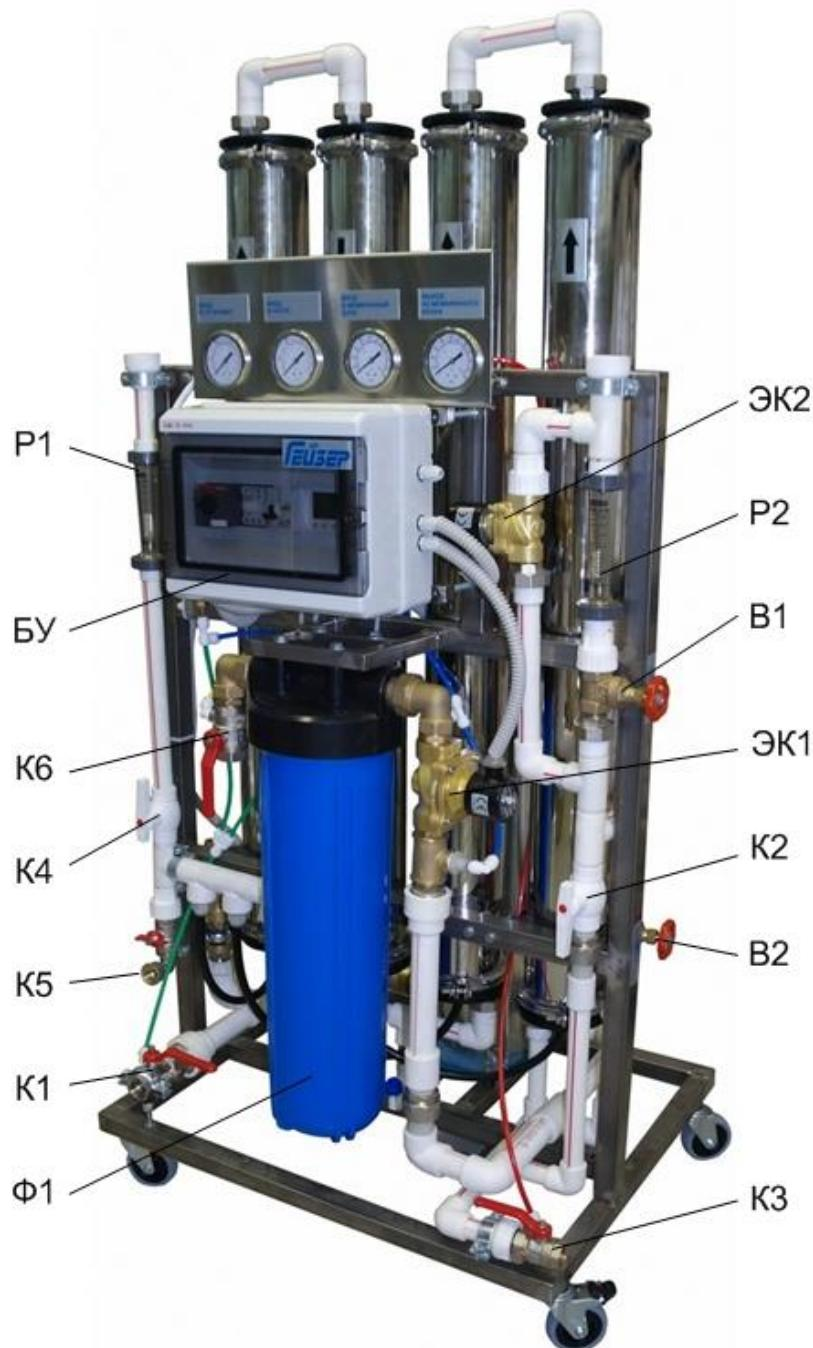

Рис.1 Общий вид установки (с лицевой стороны).
2.1 Общий состав установки (см. рис. 1)
Перед мембранным блоком установлен фильтр механической очистки с размером пор 10 мкм (Ф1 на рис. 1). Данный фильтр предохраняет мембранные элементы от мелких механических примесей, присутствующих в воде.
Установка оснащена следующими приборами (рис. 1):